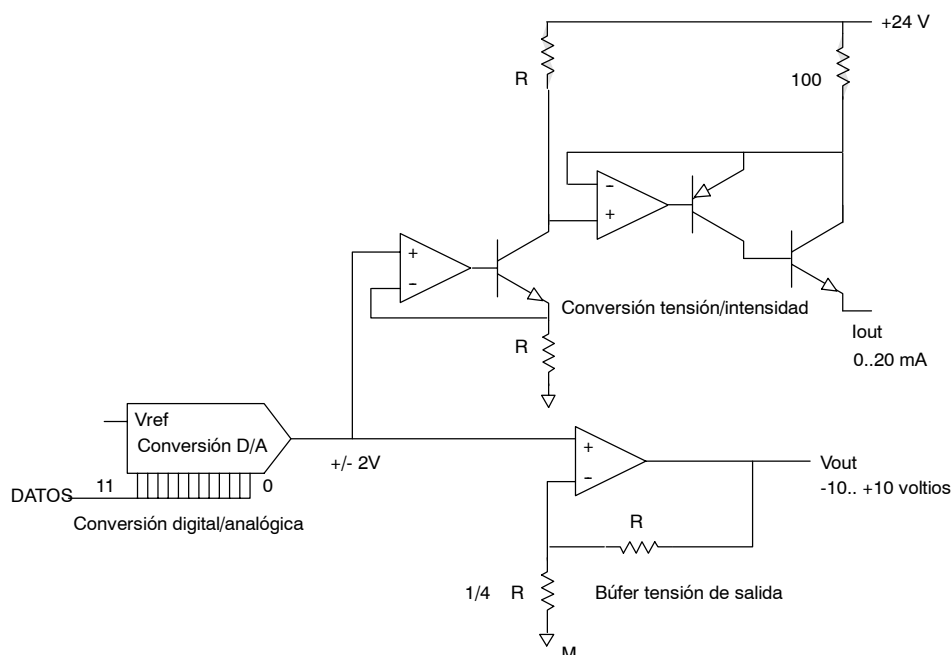

Figura A-18 Esquema funcional de las salidas de los módulos EM 232 y EM 235
- ☐ Desvíe las entradas de los canales no utilizados (v. fig. A-18).